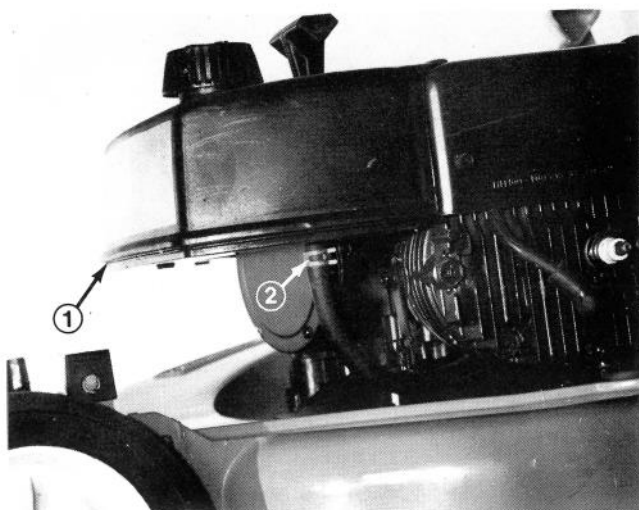

Figure 32
2. Placez un bac à vidange peu profond, propre, sous le réservoir à essence (Fig. 32).
3. Comprimez les bouts du collier qui serre la conduite d'essence sur le raccord du réservoir (Fig. 32), puis glissez-le le long de la conduite.